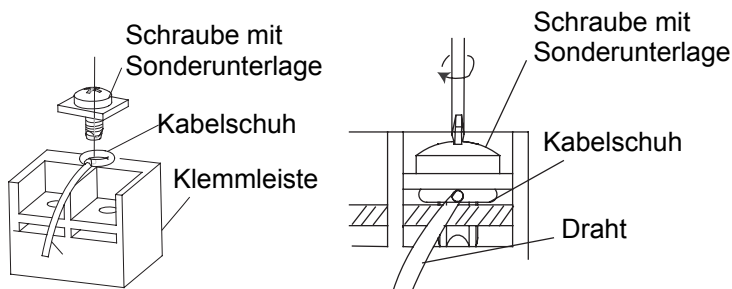

Abb. 40
- d. Den Kabelschuh auf die Klemmleiste legen und mit der Schraube festschrauben (Abb. 40).